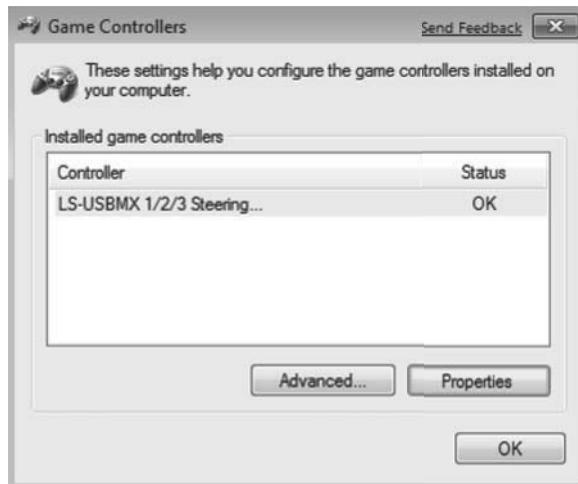

Рис. 6
- Вставьте CD-диск с драйверами в дисковод ПК и запустите программу «setup.exe» для установки драйверов на ПК. Зайдите в настройки игровых манипуляторов в панели управления и на Desktop (рабочем столе) ПК появится окно «Game Controllers» (рис. 6).